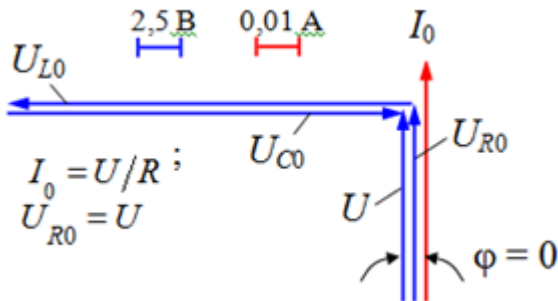

Рис.15. Векторная диаграмма цепи с последовательным соединением RLC-элементов
4. Строим на основании полученных данных векторную диаграмму цепи (рис. 15). Предварительно выбираем масштабы тока и напряжения так, чтобы диаграмма расположилась на половине тетрадного листа. В нашем примере принимаем, что масштаб тока  $m_i = 0,01$  А/см, а масштаб напряжения  $m_u = 2,5$  В/см. Из диаграммы видно, что при резонансе векторы действующих значений напряжений на индуктивности и на емкости численно равны между собой и находятся в противофазе друг к другу (т. е. под углом  $180^\circ$ ). При этом  $U_L - U_C = 0$ , поэтому показания вольтметра электромагнитной системы составляет ноль вольт.
5. Рассчитываем и строим частотные характеристики полного сопротивления цепи  $z(\omega)$ , тока  $I(\omega)$  и угла сдвига фаз  $\varphi(\omega)$  в пределах от  $0,3/\omega_0$  до  $2/\omega_0$ . Для их построения воспользуемся формулами (6), (7) и (8). Результаты расчетов сведем в табл. 5.